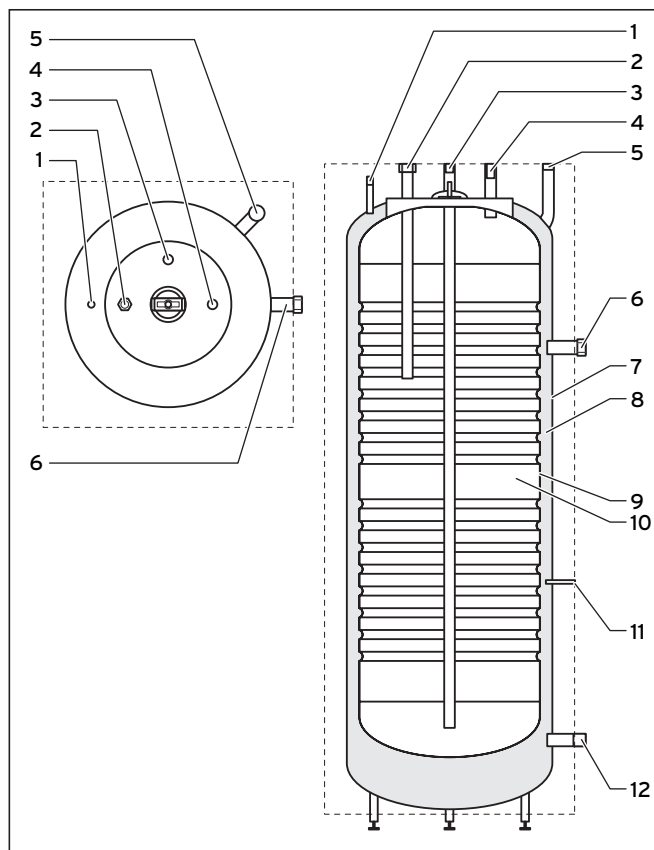

Bild 2.1 Röranslutningar, sett från vänster
VDH 300/2 är en dubbelmantlad beredare, det betyder att den har två behållare, en inre (se bild 2.1, pos. 9) och en yttre (7). Mellan behållarna finns det en spalt. Genom denna spalt kan det flöda ca 85 liter varmt vatten. Den inre behållaren består av korrosionsbeständigt rostfritt stål och har en volym på ca 268 liter. Tack vare den här konstruktionen kan mycket stora värmemängder avges till beredarens tappvattenvolym (sekundär volym) (10). Dessutom kan utan problem starkt kalkhaltigt vatten användas i beredaren.